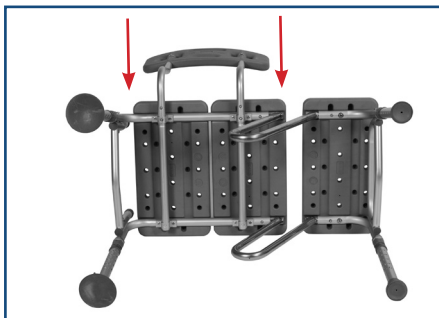

figura 6
8. Introducir el respaldo dentro de la base al presionar las clavijas de presión y deslizar los tubos de soporte a través de ambos receptáculos. Nota: El respaldo debe deslizarse a través de ambos receptáculos para quedar colocado de forma segura. (Figura 6)